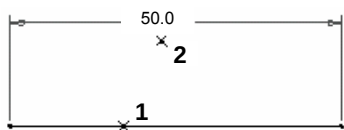

图 4.9.1 线段长度尺寸的标注
Step2. 选取要标注的图元。单击位置1以选择直线，如图4.9.1所示。